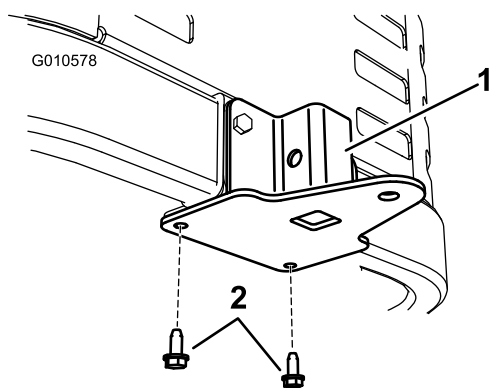

Figura 12
2. Sujete el soporte a la parte inferior del bastidor de la máquina desde abajo usando dos tornillos autorroscantes (5/16 x 3/4 pulgada) según se muestra en Figura 12.